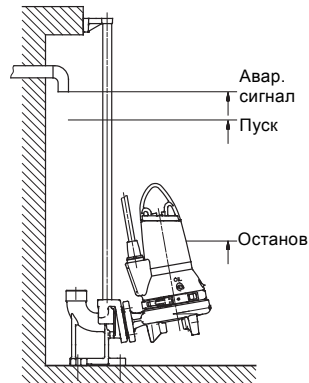

Рис. 4 Уровни пуска и останова насоса
**Дополнительное реле уровня должно устанавливаться для того, чтобы обеспечить остановку насоса в случае отказа реле отключения насоса.** См. рис. 4.